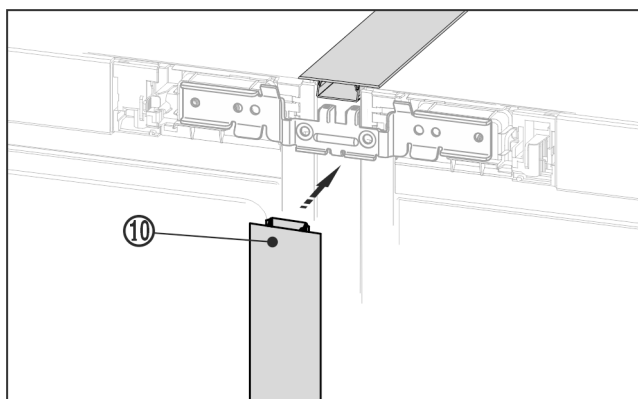

Fig. 22 \*
- Na přední straně zatlačte dlouhou krycí lištu Fig. 22 (10) do svislé spáry. Dbejte na to, aby lišta stála na spojovacím plechu.\*